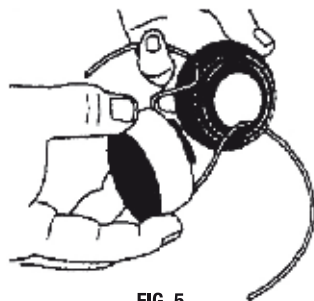

FIG. 5
6. Inserte el hilo por cada ojete del porta carrete e inserte el carrete en él (Fig. 5).